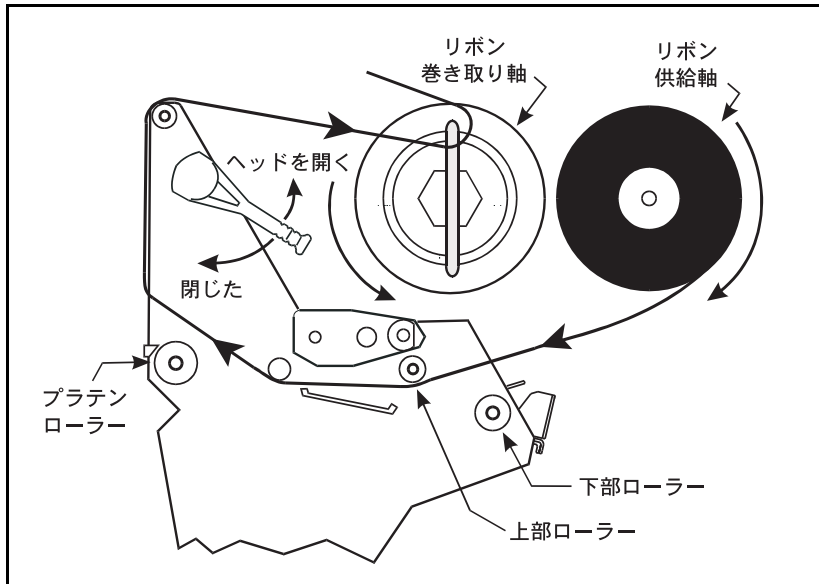

図 23
リボンを取り付けるには、図 23 を参照し、下記の手順を実施します。
7. リボンの巻き取り軸に、（リーダー付き）リボンを当て、反時計回りに数回巻きます。（図 23 をご参照ください。）